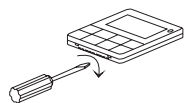

Рис. 1
2. Как показано на рис. 1, используйте шлицевую отвертку для открытия корпуса пульта. Для этого аккуратно вставьте отвертку в паз на нижней торцевой поверхности пульта и слегка поверните. Постарайтесь не повредить корпус или плату пульта.